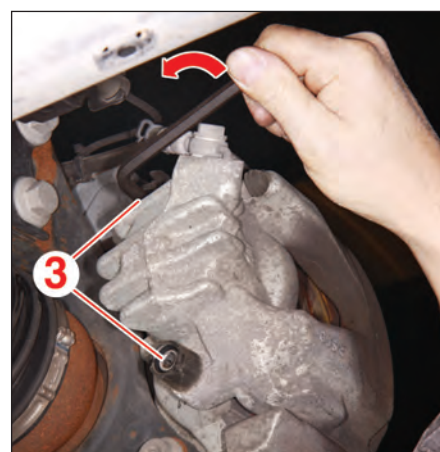

FIG.4
- les 2 vis (3) d'étrier (Fig.4),